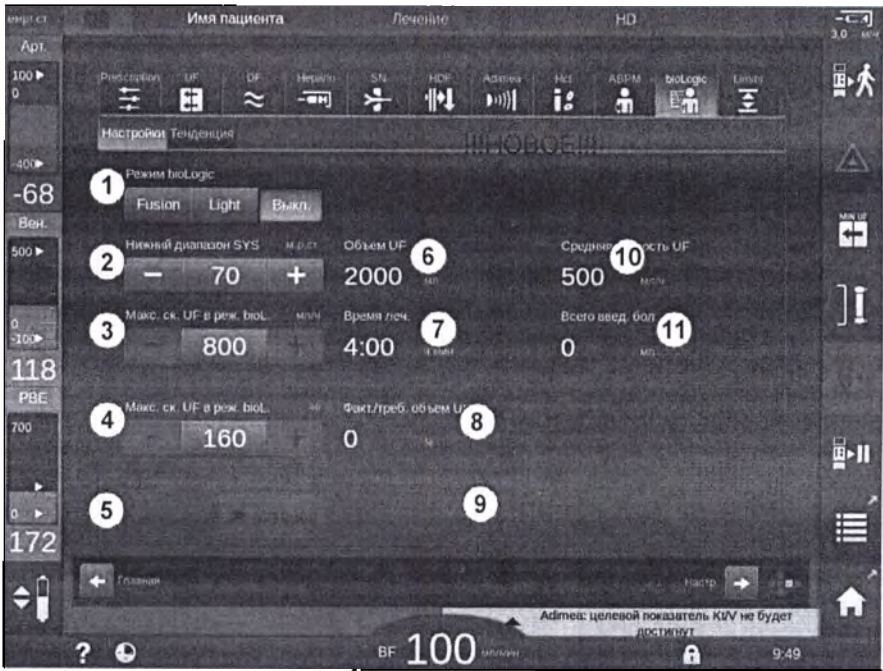

Рис. 11-19 Экран настроек bioLogic Fusion
При активации рекомендуемого SLL принимается значение ⑨ на Рис. 11-19. Дополнительно нижний предел систолического диапазона может быть установлен в положение ②.
1. Чтобы активировать bioLogic Fusion или bioLogic Light нажмите кнопку *Fusion* или *Light* в поле группы *Режим bioLogic* (Рис. 11-19, ①).